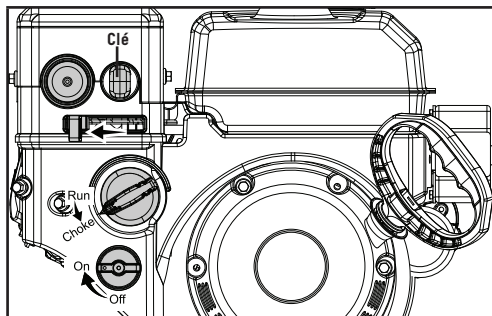

Figure 12A
1. Assurez-vous que la clé de sécurité du moteur est insérée dans le trou pour clé (figure 12A).
2. Mettez le levier du robinet d'essence à la position ON (ouvert) (figure 12A).
- a. Pour démarrer un moteur froid, déplacez le levier de l'étrangleur sur la position Choke (étrangleur) (figure 12A).